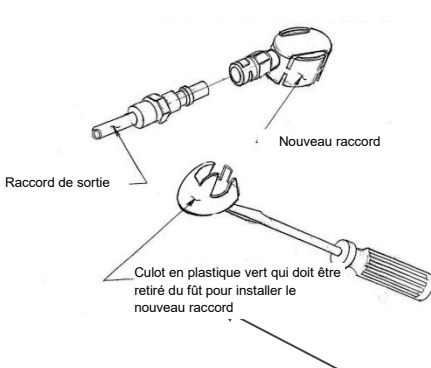

Figure 7
1. Retirez l'adaptateur du fût sous pression (figure 7). Recyclez l'adaptateur conformément à la réglementation locale sur l'environnement.